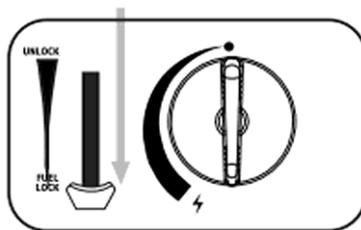

Fig. 8
4. Em seguida, pressione a alavanca de bloqueio do cartucho (20) para a posição FUEL LOCK (13). (Fig. 8)